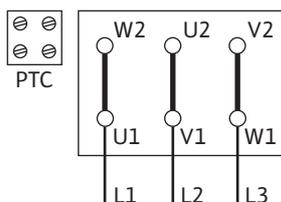

Fig. 10: Y-Δ-свързване
- Захранването от мрежата зависи от мощността на мотора P2, от мрежовото напрежение и от вида стартиране. Необходимото свързване на съединителните мостове в клемната кутия е посочено в таблицата по-долу и на Fig. 10,11 и 12.